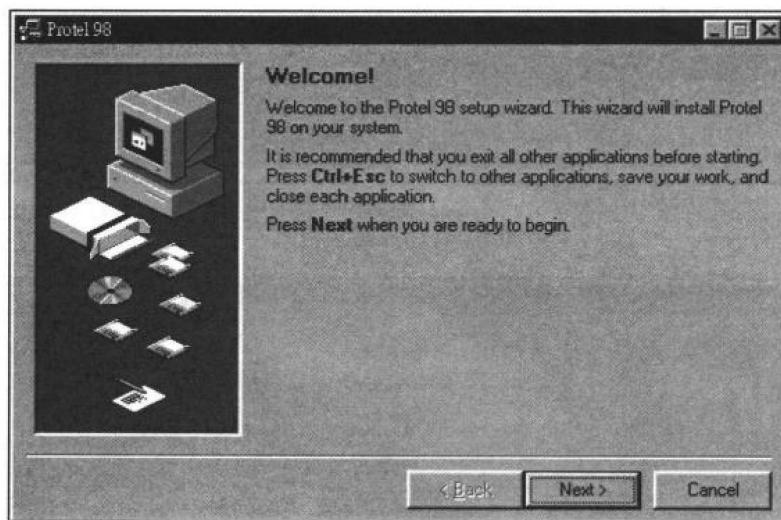

图 1-2 安装对话框
① 正版 Protel 98 系统光盘具有自动执行的功能, 只要将光盘放入光驱, 即可启动安装程序, 如图 1-2 所示。